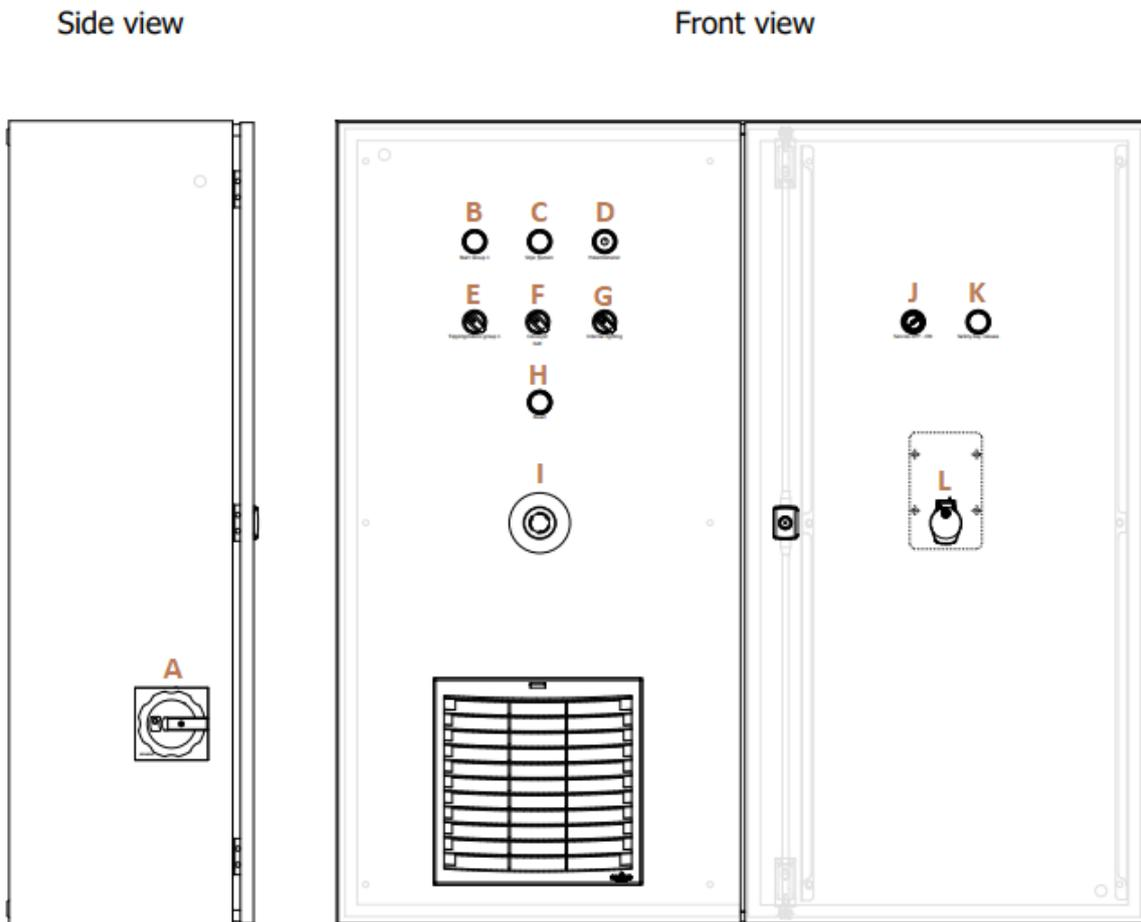

Abb. 7. Bedienpult AS 15
Siehe Abb. 7.
Für den Neustart der Maschine müssen folgende Schritte durchgeführt werden (s. Abb. 7):
2. Auf „Stop System“ (Schalter C, Abb. 7) drücken. Da die Messer noch nachlaufen, können die nächsten Schritte erst nach 30 - 60 Sekunden durchgeführt werden.